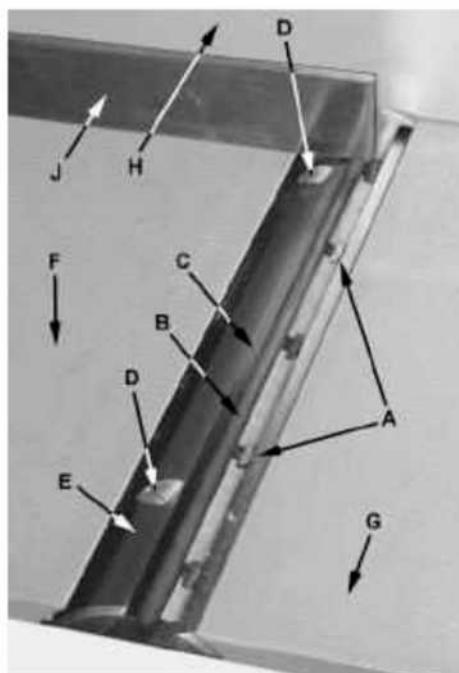

Рисунок 11
2. Снимите защитный кожух фрезерной головки (В, рис. 8). См. рис. 11 и 12: